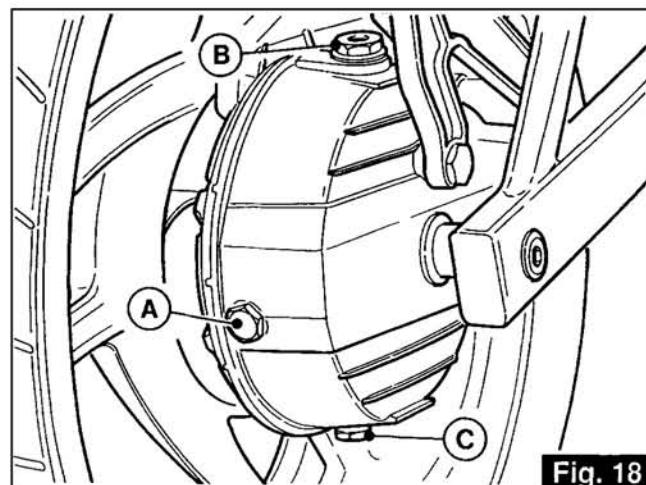

Fig. 18
4.4 LUBRIFICATION DU PONT AR (fig. 18)
4.4 SCHMIERUNG DES HINTERACHSEN-TRIEBSGEHÄUSES (Abb. 18)